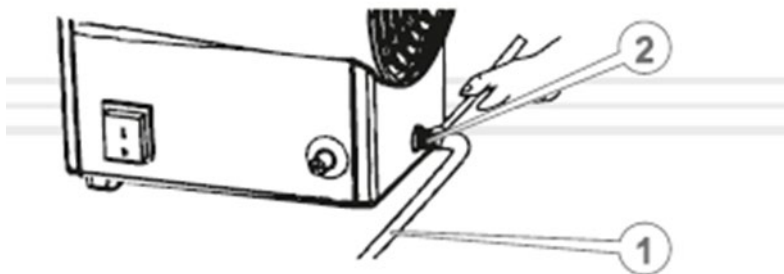

Рисунок 3. Схема під'єднання газового рукава до виробу.
3. Перевірити цілісність газового рукава (1, рис. 3) із комплекту виробу. Приєднати один кінець газового рукава до вхідного штуцера (2, рис. 3) виробу та затягнути гайковим ключем.